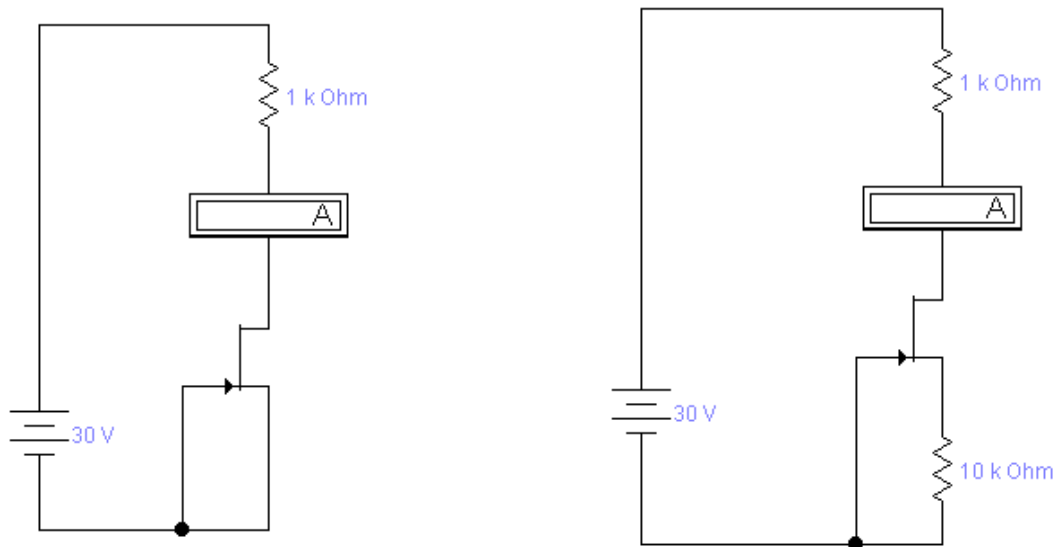

Рисунок 2. Источники тока на ПТ
1. Собрать схемы источников тока с короткозамкнутым затвором-истоком и с резистором автоматического смещения (рис.2).